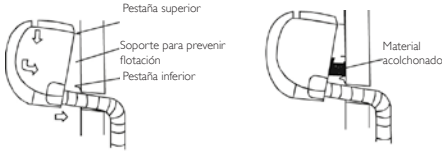

Fig. 12
- 2 • Enganchar la agarradera superior detrás de la unidad interior en el pestaña superior de la placa de instalación. Mover la unidad interior de lado a lado para asegurarse que esté bien enganchada. Ver Fig. 12.